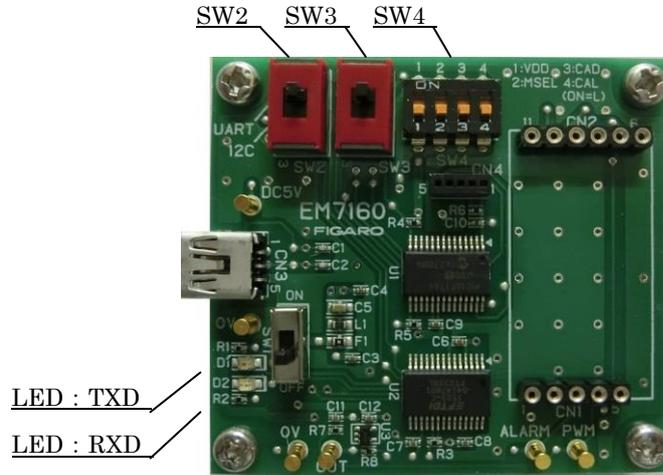

図3 UART 通信の設定
- SW2、SW3 : UART 側にセット(図3では上側へ)
- SW4-1、SW4-2、SW4-3、SW4-4 : OFF側にセット(図3では下側へ)